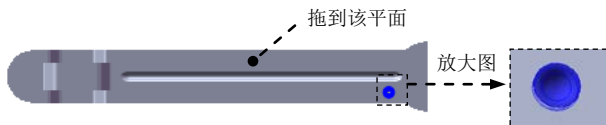

图 15.3.35 成形特征 4
Step7. 创建图 15.3.35 所示的成形特征 4。
- (1) 单击任务窗格中的“设计库”按钮 , 打开“设计库”对话框。
- (2) 单击“设计库”对话框中的  ch15 节点, 在设计库下部的列表框中选择“barrette_shaped_tool_01”文件并拖动到图 15.3.35 所示的平面, 在弹出的“成形工具特征”对话框中单击  按钮。